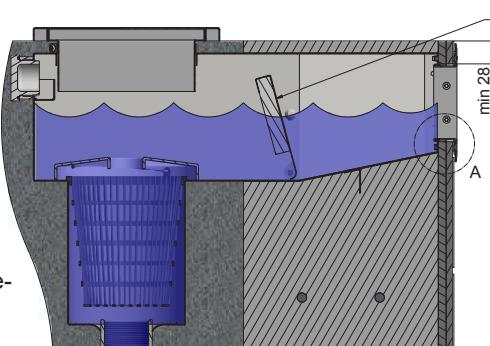

Figure 12.
10. Insérez la partie avant dans le cadre de fixation et fixez-la avec les vis fournies (4 x M5x12) dans les deuxième et huitième trous, voir figure 12.